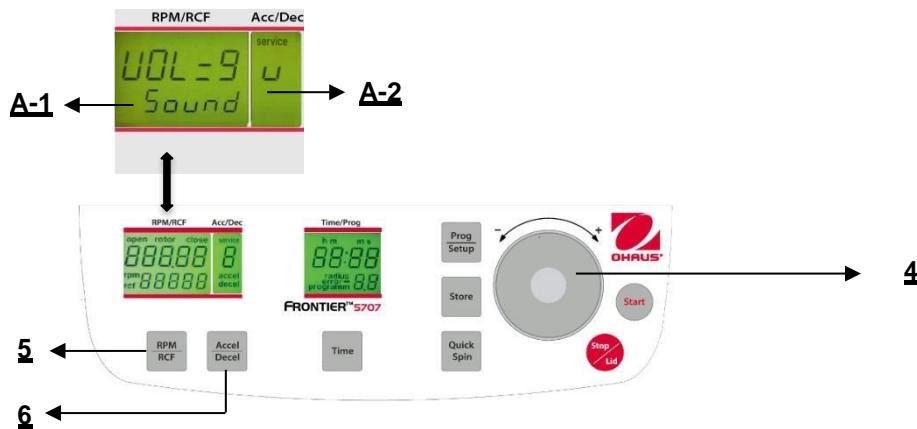

Figura. 30
Proceda como se describe en el punto 4.1.2 para ingresar en este modo de programa y luego presione el botón "Accel/Decel" (6). En la pantalla "Accel/Decel" (A-2) destella la palabra "Service". Ahora seleccione la letra "L" con el dial de ajuste (4). Como resultado, aparecen las palabras "On Sound" en la pantalla "RPM/RCF" (A-1). Si presiona el botón "RPM/RCF" (A-1) ahora, destella la palabra "On" y puede apagar el sonido con el dial de ajuste (4) (vea la Figura 30).